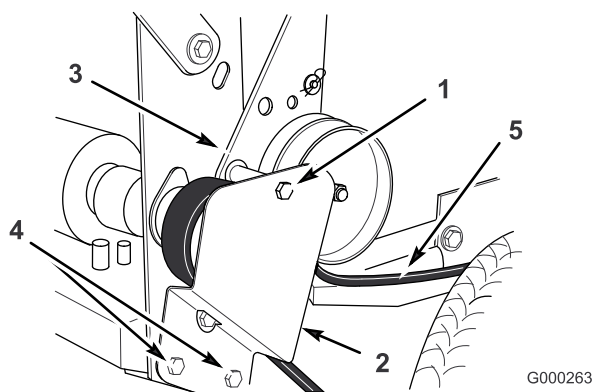

Figure 42
2. Enlevez le boulon supérieur qui fixe le support et la patte de la poulie de tension au cadre arrière (Figure 42).
3. Desserrez suffisamment les deux vis de fixation inférieures pour permettre à la courroie de passer entre la poulie d'entraînement et le support de la poulie de tension (Figure 42).
6. Installez le boulon de fixation supérieur qui fixe le support et de la patte de la poulie de tension au cadre arrière (Figure 42).
7. Serrez suffisamment les deux vis de fixation inférieures pour permettre à la courroie de passer entre la poulie d'entraînement et le support de la poulie de tension (Figure 42).